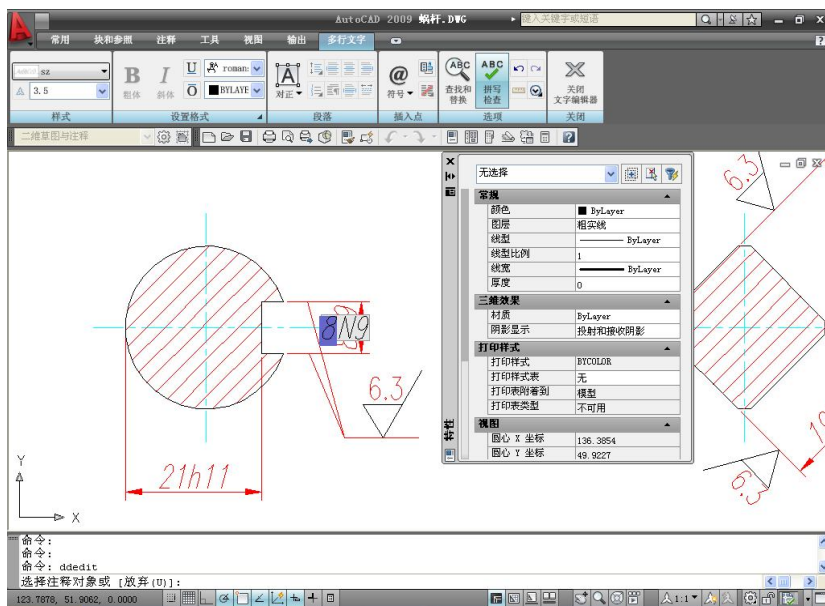

图 11-65 多行文字编辑
4) 添加标注文字的后缀。执行命令 DDEDIT, 选择要编辑的文字对象后, 打开“多行文字”功能面板, 如图 11-65 所示。